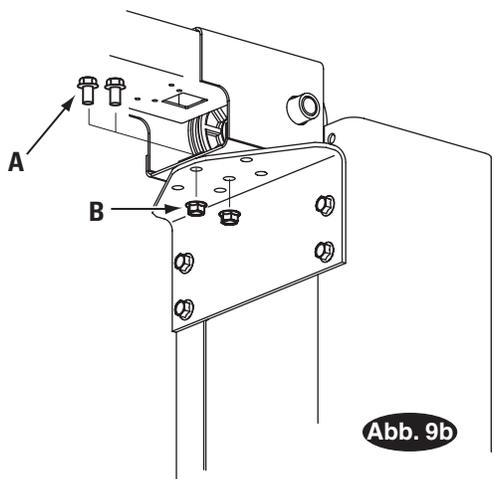

Abb. 9b Detail
**9. Overheadeinheit:** Mit je einer Leiter an jeder Säule positionieren zwei Personen die Overhead-Baugruppe auf den Säulenhalterungen und ziehen sie mit 3/8"-16NC x 3/4" lg. geflanschte HHCS. (1) Sternfederring auf der Seite der Stromversorgungseinheit, Abb. 9b verwenden. Mittlere Löcher verwenden. Die Schrauben in der Mitte der Overheadbaugruppe anziehen.